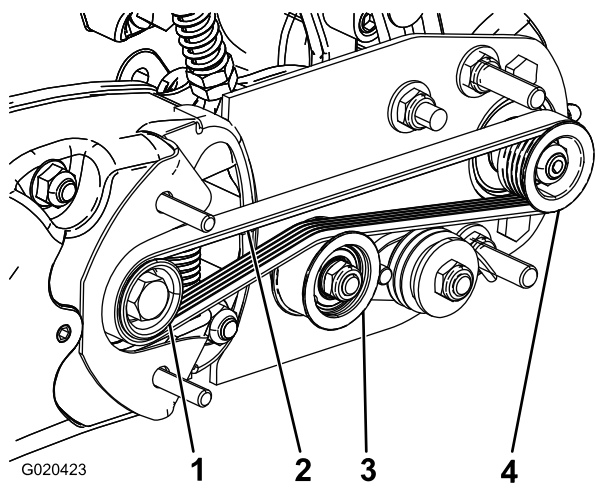

Figura 11
1. Passe a correia em redor da polia da transmissão e, em seguida, sobre a parte superior da polia intermédia (Figura 11).